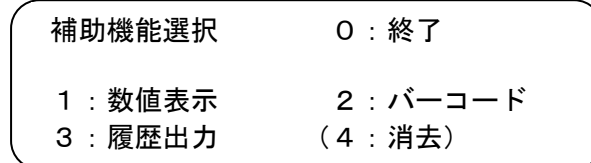

図 35 コントローラの「F1」キー長押し後の画面（コントローラ）
- ① コントローラの「F1」キーを長押しします（図.35 の画面になります）。
履歴の取得が問題なく完了すると、図35の画面になります。「エラー記録表示」「融着記録表示」のそれぞれ閲覧したい方を選んでクリックして下さい。